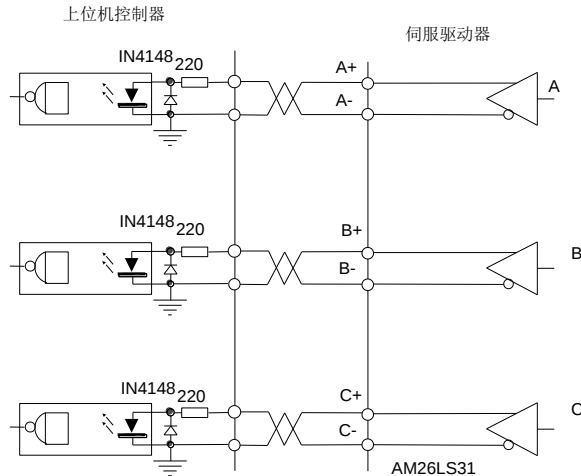

图 4-6-5b: Type5 编码器输出信号
- 控制器输入端也可采用光电耦合器接收，但必须采用高速光电耦合器（例如 6N137）如图 4-6-5b 所示；